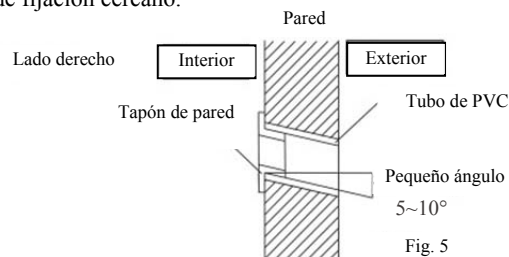

Fig. 5
3. Instale el tapón de pared, corte los tubos de PVC en un ligero ángulo en la longitud más corta que el grosor de la pared e insértelo en el agujero (Fig.5).